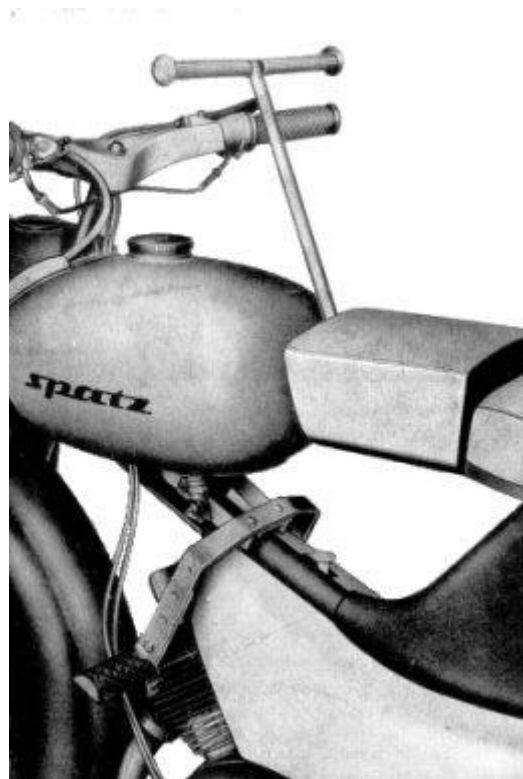

Bild 1
2. Drei Flachrundschrauben mit Vierkantansatz **1** in die Durchbrüche der Bodenplatte einfädeln. **Abb. 1.**